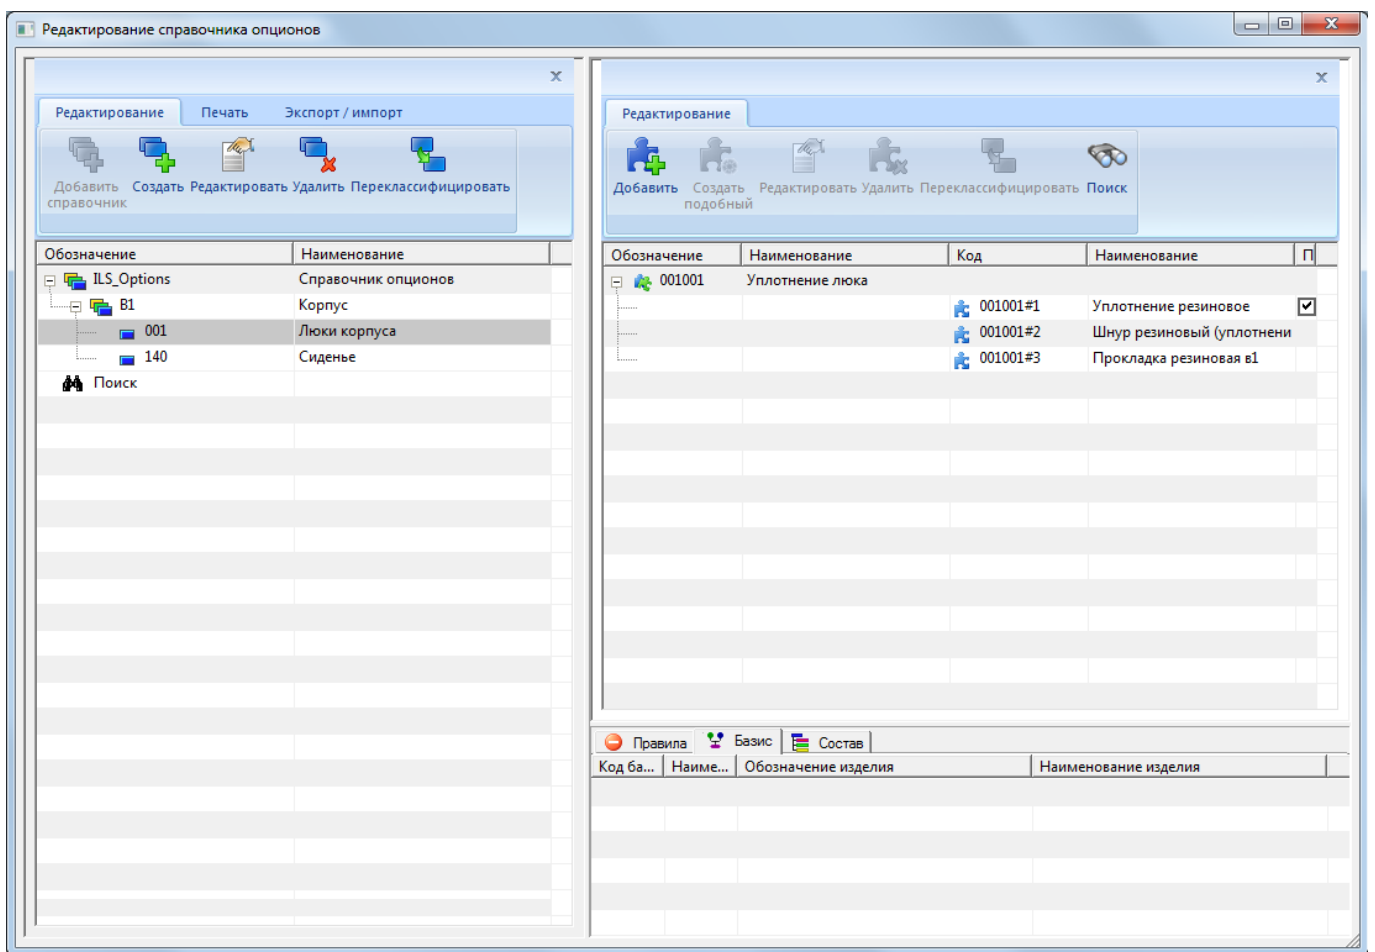

Рис. 13-22 – Параметры опциона в окне редактора справочника опционов
12) После ввода всех параметров опциона нажать кнопку «ОК». Информация о параметрах опциона и его значениях появится в правом верхнем окне редактора (рис. 13-22).